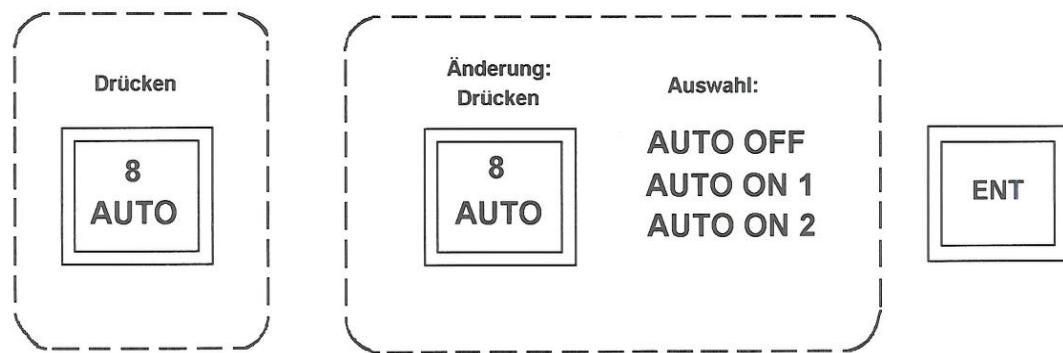

Bild 43
- Einen „Preset“-Kanal gem. 2.1.3.5(2) einstellen.
- Die „Selektivruf“-Adressen gem. 2.1.3.5(4) eingeben.
- Die Frequenzen in das/die Frequenzbündel gem. 2.1.3.5(14) eingeben.
1) Den „Automatischen Verbindungsauflau“ mit Frequenzbündel „1“ wie folgt einstellen (Bild 43):
2) Den „Automatischen Verbindungsauflau“ mit Frequenzbündel „2“ wie folgt einstellen (Bild 43):
3) Den „Automatischen Verbindungsauflau“ wie folgt ausschalten (Bild 43):